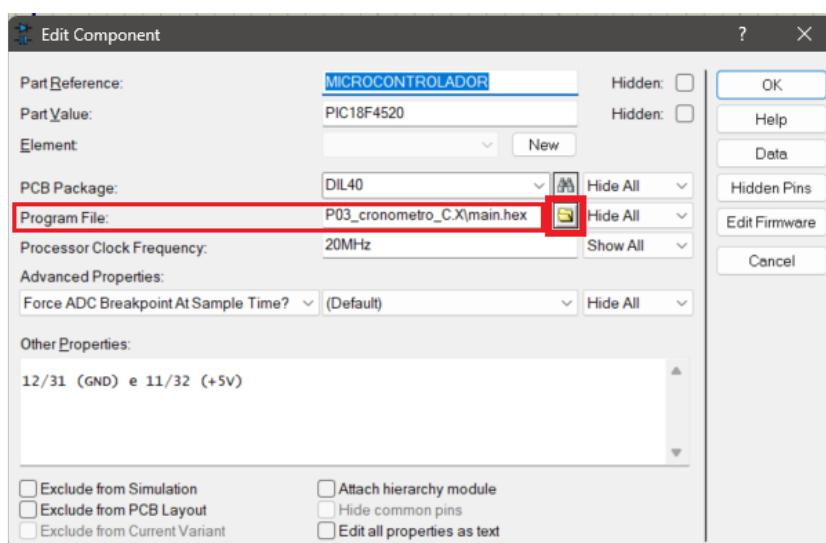

Figura 1.2: Exportação do arquivo .hex para o PIC no Proteus.
- Em *Program File*, selecione o arquivo .hex, conforme ilustrado na Figura 1.2.